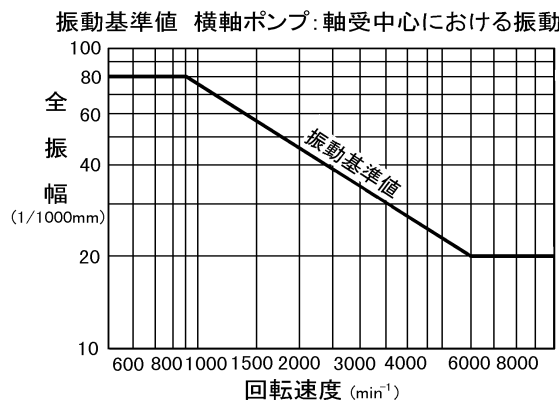

図 27
- (3) 軸受許容温度は、室温+40℃以下かつ 75℃ (軸受表面温度) 以下です。
- (4) 軸封にメカニカルシールを使用の場合は、正常ならば水漏れはほとんどありません。水漏れが多くなった場合は交換してください。グランドパッキンを使用の場合は、水漏れ量約 20mL/min が適当です。グランドパッキンの締めすぎや片締めは、故障の原因になります。
- (5) 据付や配管工事が正しく施工されている場合の、振動基準値を図 27 に示します。振動が大きい場合は、直結の芯出し、配管の無理、又は基礎ボルトのゆるみなどが原因ですので、点検してください。